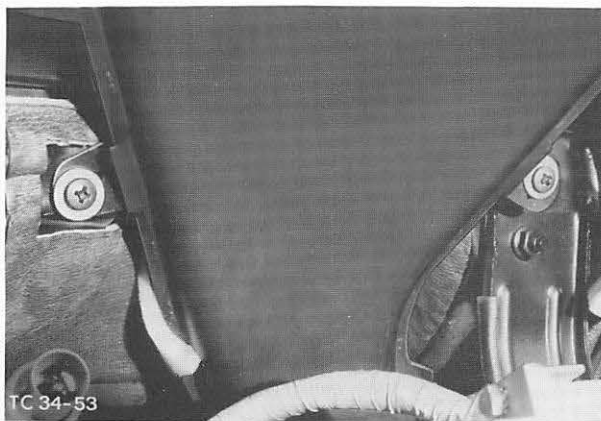

Abb. 50 Befestigung – Entfrosterdüse links an Stirnwand
3. Entfrosterdüse von der Stirnwand abbauen (2 Schrauben), Abb. 50. Schlauch vom Stutzen-Verteilerkasten abziehen und Düse komplett mit Schlauch herausnehmen. Schlauch von der Düse abziehen (geklebt).
4. Schlauch aufschieben und Düse mit Schlauch einbauen, Abb. 50. Dabei auf korrekte Lage des Dämpfungsmaterials (an Schlauch und Düse) achten.